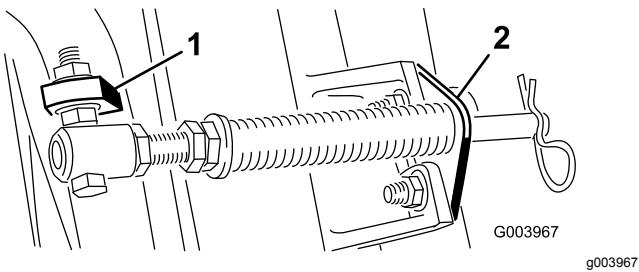

Рисунок 6
- C. Установите болт трубы пружины на противоположный выступ несущей рамы и закрепите фланцевой гайкой. Головку болта следует расположить по направлению к наружной стороне выступа, как показано на Рисунок 6.
- D. Присоедините кронштейн штока к выступам режущих блоков с помощью каретных болтов и гаек (Рисунок 6).